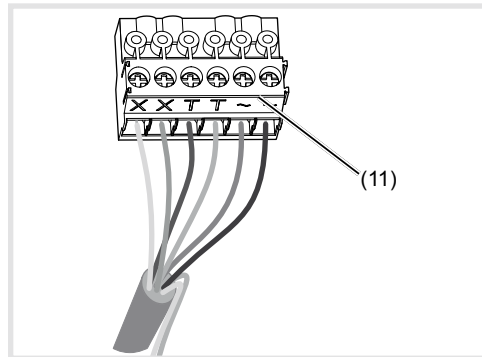

Bild 6: verdrahteter Anschluss-Klemmblock
- Anschluss-Klemmblock (11) vom Gerät nach unten hin abziehen.
- Adernpaar der 2Draht Busleitung an die Klemmen **XX** des Anschluss-Klemmblocks anschließen (Bild 6).
- Gegebenenfalls Türöffner-Leitung an die Klemmen **TT** des Anschluss-Klemmblocks (Bild 6 und 7) anschließen.
- Für Rufasten-Hinterleuchtung 12 V~ Zuleitung vom Netztransformator an die Klemmen **~** des Anschluss-Klemmblocks anschließen (Bild 6 ... 8).